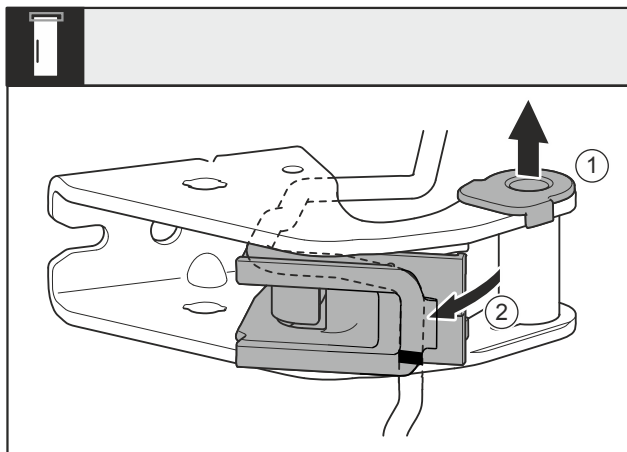

Fig. 27
- ▶ Wyjąć tuleję łożyskową Fig. 27 (1) z przewodnicy.
- ▶ Odchylić mocowanie kabla Fig. 27 (2).